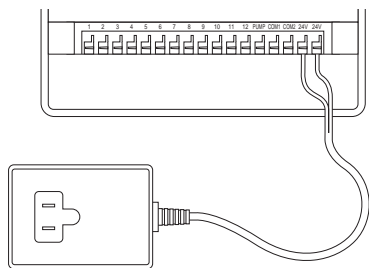

FIGURA 17: Collegamento del relè di avviamento della pompa o valvola principale e del trasformatore
- Può essere necessario aprire il terminale per consentire l'inserimento o la rimozione del filo. A tal fine basta premere verso l'alto la linguetta che si trova nella parte superiore del morsetto [vedere Figura 17].